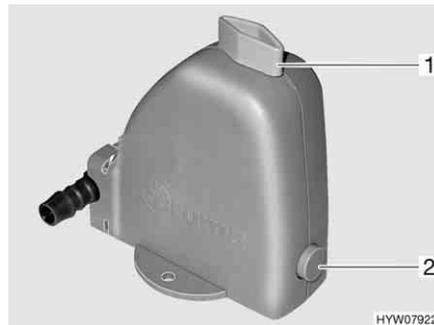

Fig. 144 Válvula de seguridad/purga de la caldera
La caldera está equipada con una válvula de seguridad/purga (Fig. 144). La válvula de seguridad/purga evita que el agua de la caldera se congele cuando no esté conectada la calefacción en caso de helada.
- Cerrar la válvula de seguridad/purga. Para ello, girar el botón giratorio (Fig. 144,1) a la posición transversal en referencia a la válvula de seguridad/purga y hundir el pulsador (Fig. 144,2).
- Abrir la válvula de seguridad/purga. Para ello, girar el botón giratorio (Fig. 144,1) a la posición longitudinal en referencia a la válvula de seguridad/purga. El botón de presión (Fig. 144,2) salta hacia fuera. La caldera se vacía hacia fuera a través de la válvula de seguridad/purga.